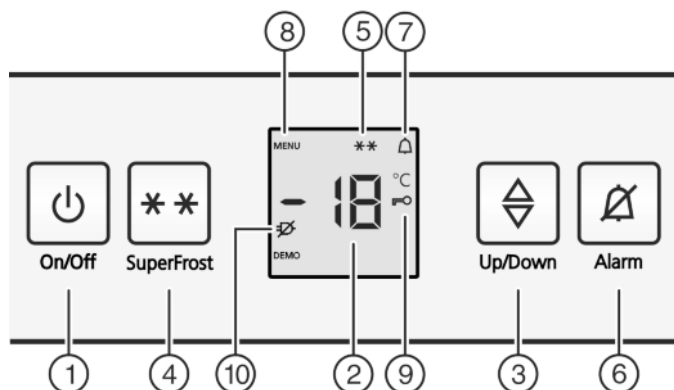

Fig. 2
- Вместе с индикацией температуры мигает символ «SuperFrost» Fig. 2 (5).*
- ▶ Нажать кнопку On/Off Fig. 2 (1).
- ▶ Активация режима настройки: Нажмите кнопку SuperFrost Fig. 2 (4) и удерживайте ее прим. 5 секунд.
- ▷ На индикаторе будет отображаться символ «Меню» Fig. 2 (8).
- ▶ Для подтверждения нажать и отпустить кнопку «SuperFrost» Fig. 2 (4).
- ▷ На индикаторе горит символ «Защита от детей» Fig. 2 (9).
- ▶ нажмите и отпустите кнопку "On/Off" Fig. 2 (1).
- ▷ Символ «Защита от детей» Fig. 2 (9) гаснет.
- ▶ Нажмите кнопку Alarm Fig. 2 (6).
Одновременно мигает индикация температуры и символ тревоги *Fig. 2 (7)*.
Звуковой сигнал выключается автоматически, символ аварийного сигнала *Fig. 2 (7)* выключается и индикатор температуры перестает мигать, если температура снова становится достаточно низкой.
- Нажмите кнопку Alarm *Fig. 2 (6)*.